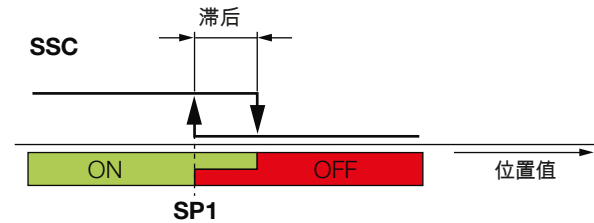

图 6-2: 单点模式中不存在识别的示例
- 单点模式 (single-point mode, 图 6-2) : 值 : 1